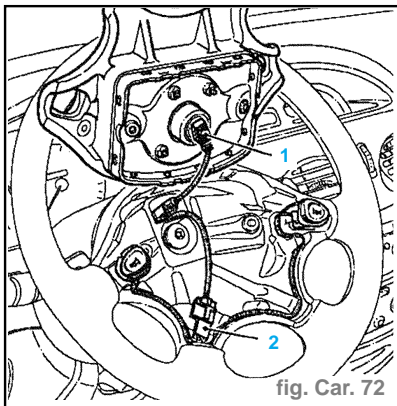

fig. Car. 72
- Déposer le coussin airbag par ses deux vis situées derrière le volant et débrancher son connecteur blanc (1) (fig. Car. 72).
- Débrancher le connecteur de l'avertisseur (2).